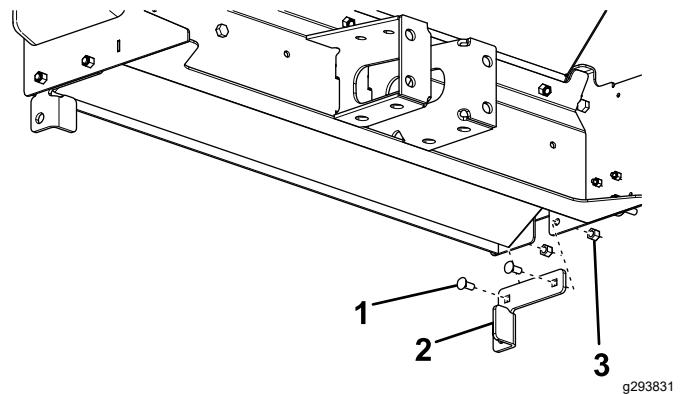

图 6
3. 用 4 个螺栓 5/16 英寸和锁紧螺母将车厢止动装置固定至撒布机机架的两侧 图 6。